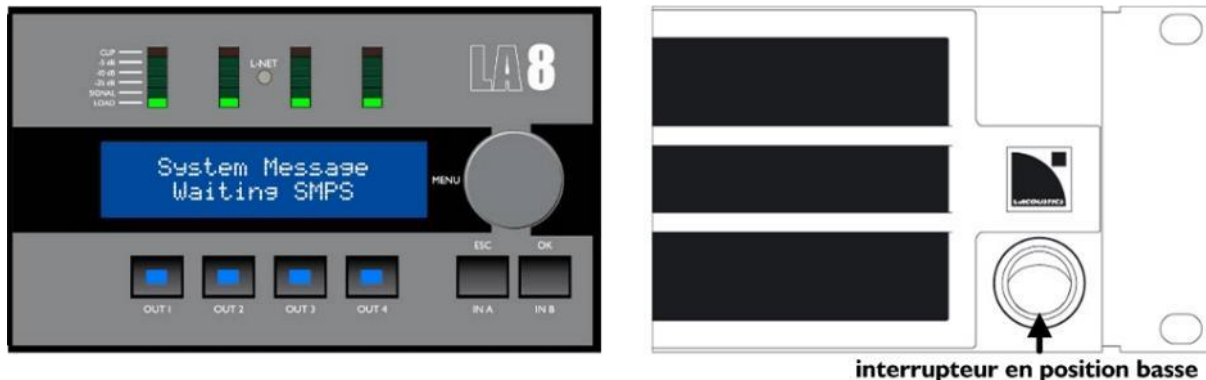

Figure 14 : Séquence d'arrêt
- ▶ Pressez l'interrupteur vers le bas pour éteindre le LA8 (voir la Figure 14). Une séquence d'arrêt commence : le message **Waiting SMPS** est affiché sur l'écran LCD et les quatre LED **LOAD** s'allument jusqu'à l'arrêt complet.